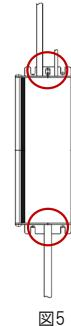

図5
- ・本電源の取り付けは、固定用ねじ穴(図5)全てを確実にネジ留めてください。